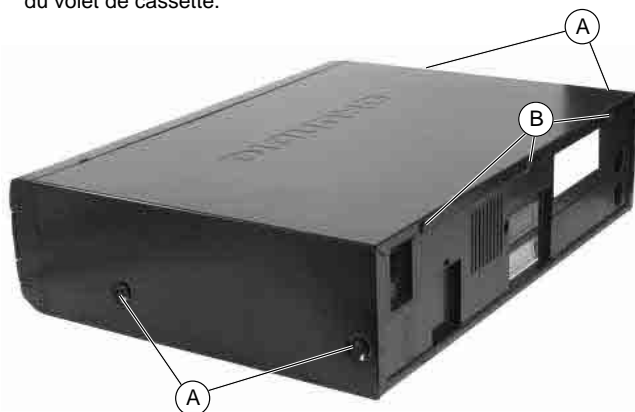

Fig. 1
- Dévisser les 4 vis (A) (Fig. 1).
- Dégager l'arrière du couvercle pardessus les 3 fixations (B) (Fig. 1) et pousser celui-ci de 4cm vers l'arrière.
Instruction de remontage: Le couvercle du boîtier doit être posé dans les 3 fixations (B) du panneau arrière (Fig. 1).
- Undo 4 screws (A) (Fig. 1).
- Lift the cabinet upper part over the 3 holders (B) (Fig. 1) on the back of the cabinet and push the upper part towards the rear by 4cm.
Reassembly: The cabinet upper part must fit into the 3 holders (B) on the back panel (Fig. 1).